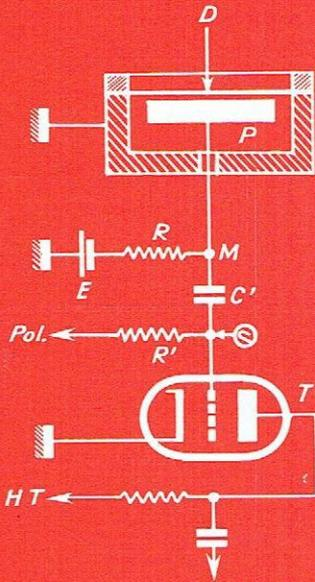

Fig. 1
Le Microphone Electrostatique "MELOSTATIC 520 C", dont la figure 1 montre l'aspect extérieur est du type omnidirectionnel. Un boîtier tubulaire supporte, à son sommet, la capsule électrostatique et abrite, dans son corps, le préamplificateur de liaison.
Cette partie essentielle du microphone électrostatique Mélostatic est représentée en coupe par la figure. Il est aisé d'y reconnaître les éléments du schéma théorique de la figure 1. L'électrode mobile (1) est constituée par une feuille en duralumin d'une épaisseur de 15 microns, maintenue en tension par la bague (2) bloquée par l'anneau fileté (3). L'électrode fixe en métal inoxydable (4), dont la base est également filetée est séparée de l'armature vibrante par 3/100 mm. Sur tout le pourtour, une cale d'épaisseur annulaire détermine l'écart au repos entre (1) et (4).